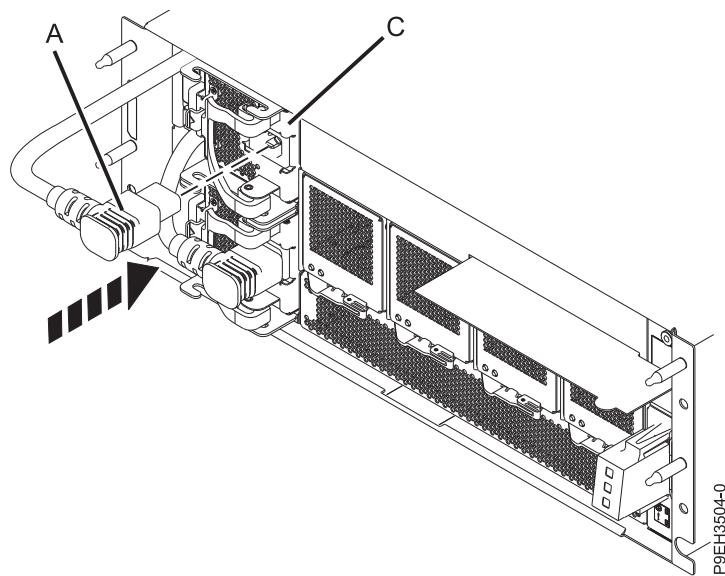

図 7. EMX0 PCIe3 拡張ドロワーの電源装置への電源コードの接続
4. 電源装置 (C) に電源コード (A) を接続します (図 7 を参照)。